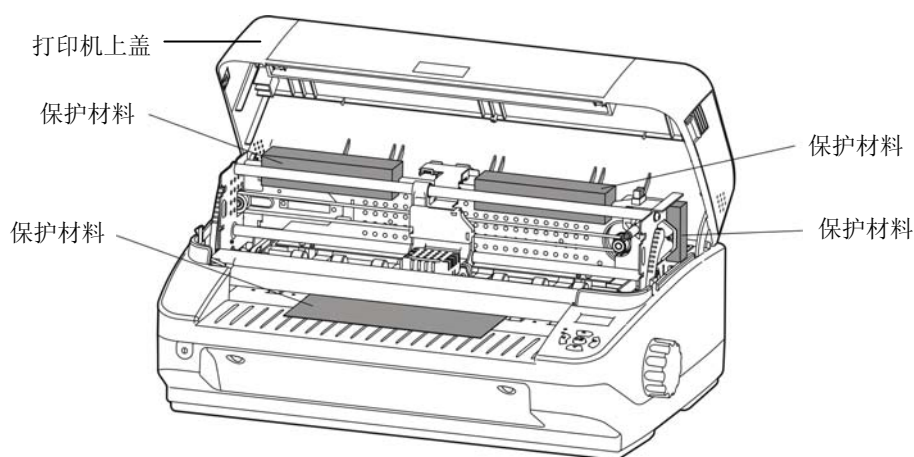

图 2-2 拆除保护材料
1. 打开包装箱，取出打印机，掀起打印机上盖，将标示的保护材料拆除（如图 2-2 所示）。